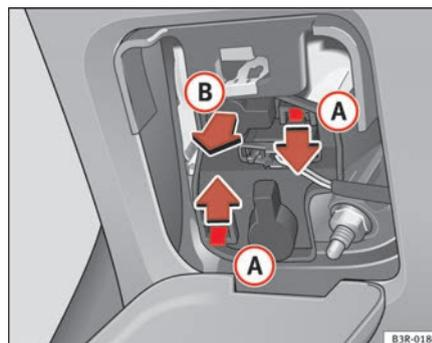

Fig. 216 Dépose du support d'ampoules
- Appuyez sur les languettes **A** ⇒ page 282, fig. 216 dans le sens des flèches et retirez le support d'ampoules en tirant dans le sens de la flèche **B**.